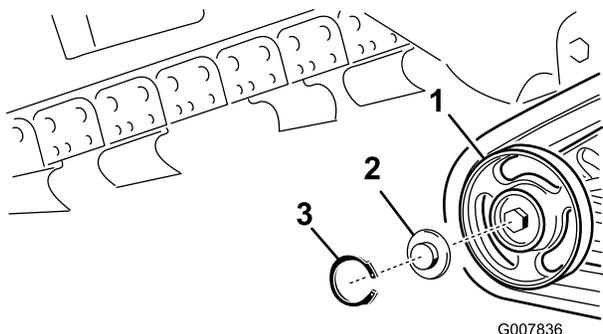

Рисунок 51
2. Снимите с опорного катка стопорное кольцо и колпачок (Рисунок 51).
3. Проверьте наличие смазки под колпачком и вокруг прокладки (Рисунок 51). Если она грязная, содержит песок, или истощилась, удалите всю смазку, замените прокладку и заложите свежую смазку.
5. Поместите наполненный смазкой колпачок опорного катка поверх головки болта (Рисунок 51).
6. Закрепите колпачок опорного катка стопорным кольцом (Рисунок 51).